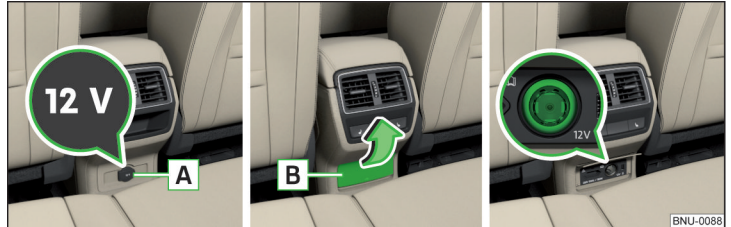

Abb. 127 Abdeckung der 12-Volt-Steckdose / Abdeckung der 12-Volt-Steckdose aufklappen
- Zum **Gebrauch** die Abdeckung **A** öffnen bzw. die Abdeckung **B** in Pfeilrichtung aufklappen » Abb. 127.